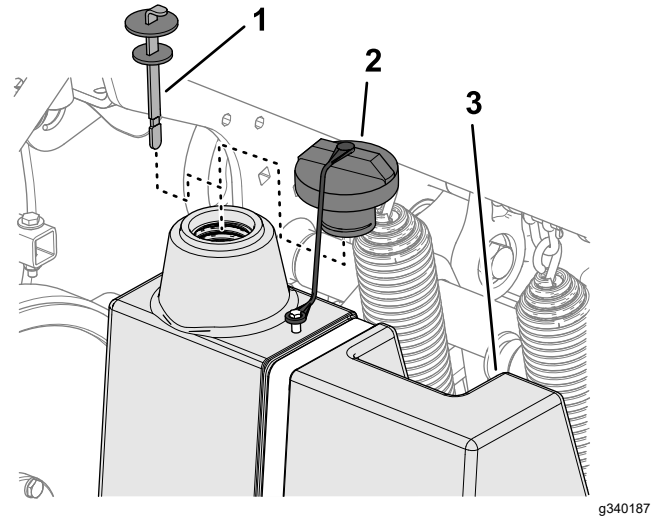

図 179
3. 油圧オイルタンクの注油口周辺をきれいに拭き、キャップ **図 179** を外す。給油口からキャップを取る。